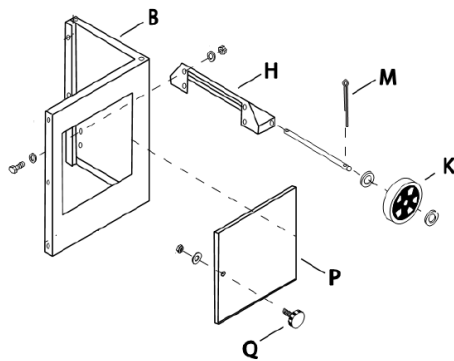

Fig 3
Montieren Sie die Radaufhängung (H) mit 4 Sechskantschrauben, Scheiben und Muttern. (Fig 3).